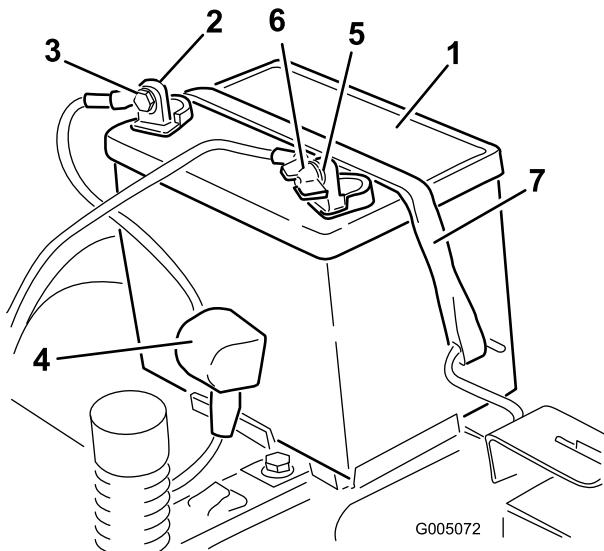

Bild 47
4. Klemmen Sie das Minuskabel (schwarz) vom Batteriepol ab (Bild 47).
6. Klemmen Sie das Pluskabel (Rot) vom Batteriepol ab (**Bild 47**).
7. Nehmen Sie die Batterieklemme ab (**Bild 47**) und heben Sie die Batterie aus dem Batteriefach heraus.
1. Setzen Sie die Batterie in das Fach (**Bild 47**).
5. Befestigen Sie die Batterie mit der Befestigung (**Bild 47**).